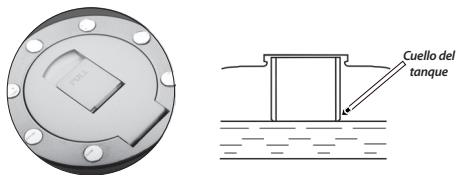

Imagen 14. Agregar gasolina.
6. Agregar gasolina sin sobrepasar la marca que se encuentra en el interior del cuello del tanque. Ver imagen 14.